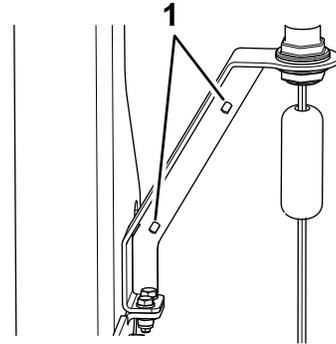

Bild 15
9. Stecken Sie eine Kabelbinde durch jedes der zwei Löcher in der Halterung der Rundumleuchte (Bild 15) und befestigen Sie das Kabel.